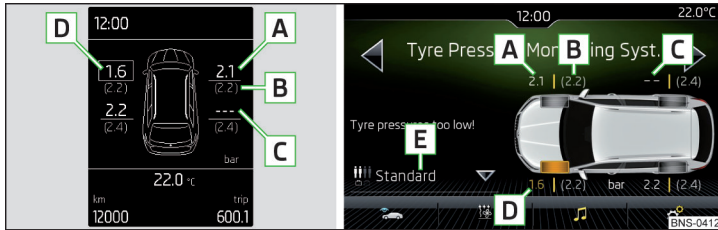

Abb. 315 Anzeigebeispiel im Display des Kombi-Instruments / Einstellungen im Infotainment
Display-/Bildschirmanzeige » Abb. 315
- › Im Menüpunkt **Reifendruckkontrolle** die Funktionsfläche **E** » **Abb. 315** antippen.